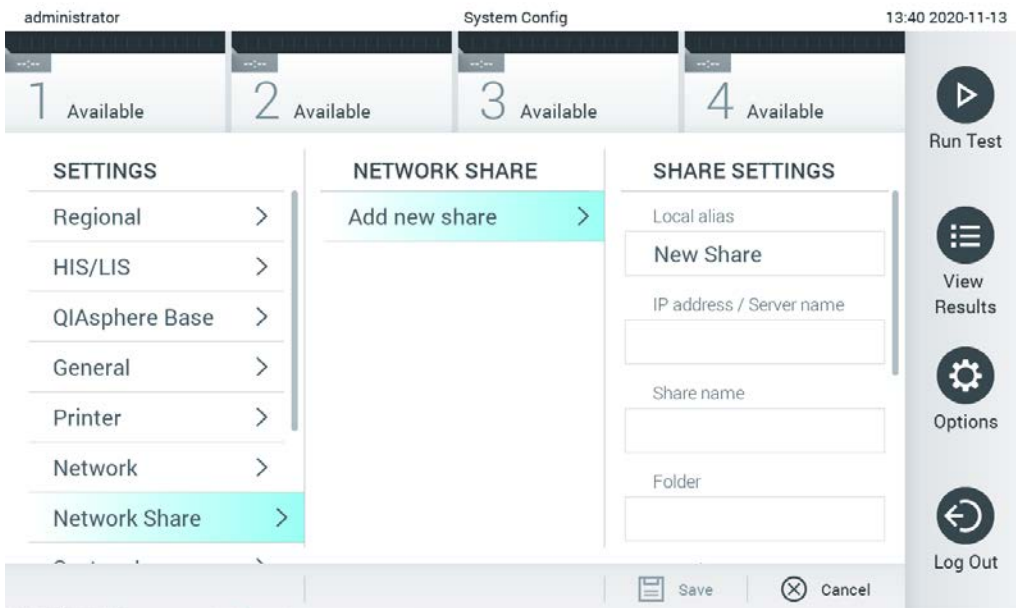

Figure 69. Ajout d'un partage réseau.
3. Appuyez sur la touche Add new share (Ajouter un partage) (Figure 69).